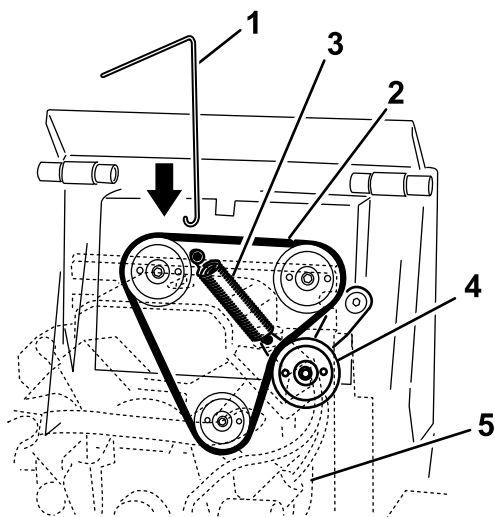

Figura 57
4. Conecte el gancho de la herramienta para la retirada de muelles al gancho del muelle de la polea tensora, y desenganche el muelle del espárrago según se muestra en Figura 57.